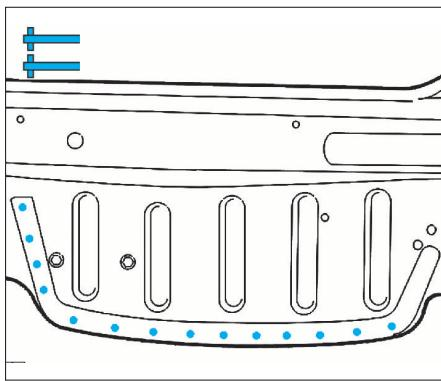

FIG. 146
- Après ajustage, procéder au soudage (Fig.146 à 149) au MIG ou avec une pointeuse électrique puis meuler.